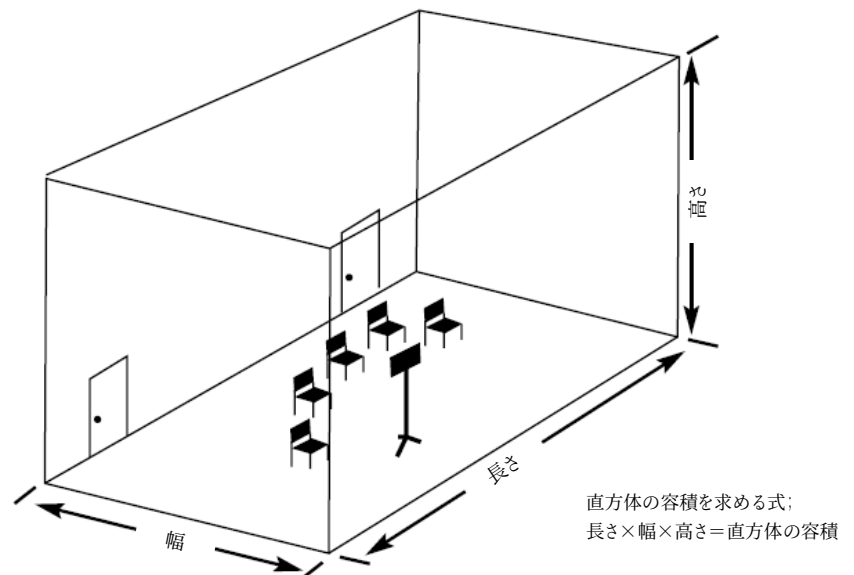

図 12
- 部屋のサイズを調べてください。重要なのは体積 — 面積×天井高です。(図12参照) たとえ部屋が大きく見えたとしても、重要なのは床の広さではありません。一天井高は少なくとも4.9m必要です。Wengerの大まかな指針(表1)と比較してください。そしてアンサンブルの規模に合う値を確認してください。